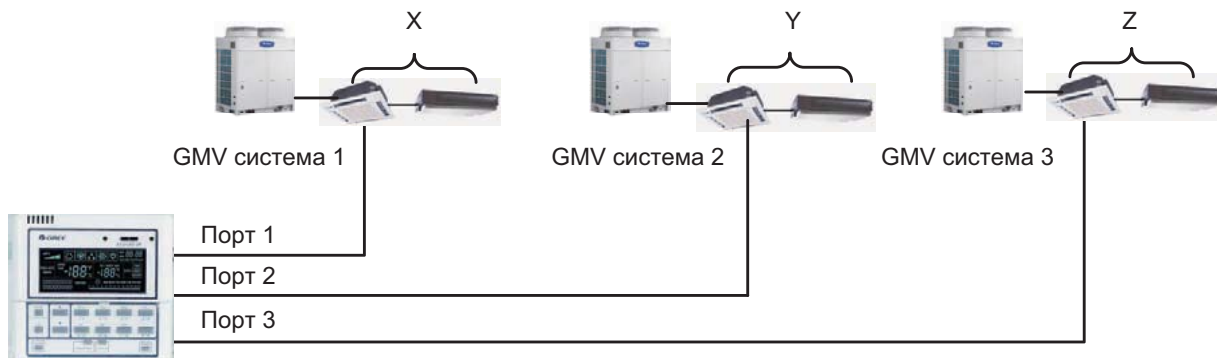

Рис. 7.23
7.5.10 Схема подключения зонального пульта SE50-24/E (Рис. 7.23).